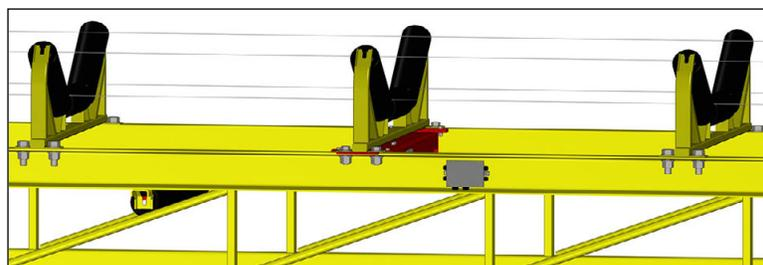

Figura 2-5. Realizar cadenas en el mismo plano
- Ejecute las cadenas en el transportador (tres antes de la báscula y tres pasada la báscula) y calce los rodillos al mismo plano. Consulte la Figura 2-5 en la página 9.